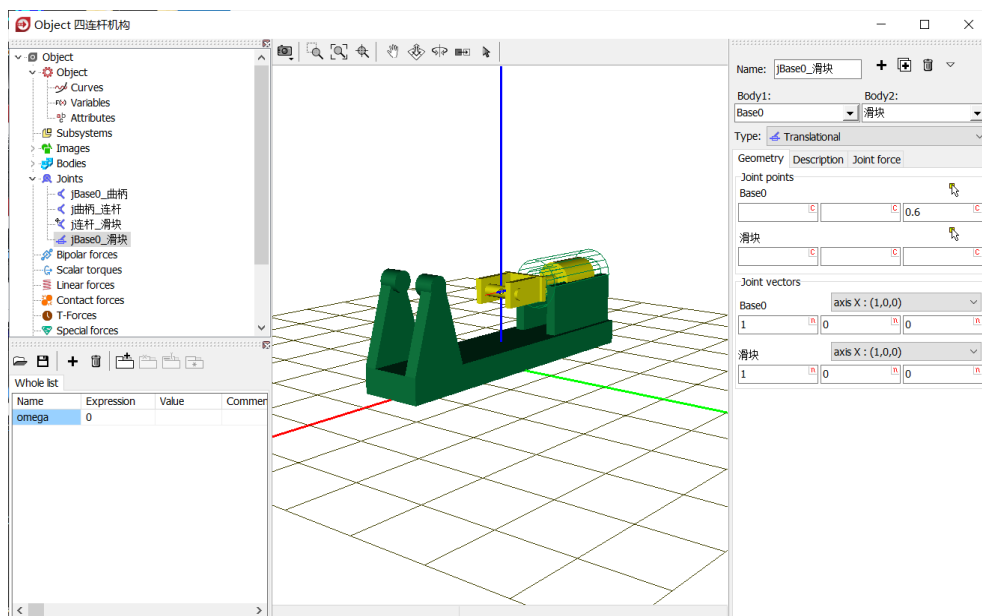

图 2-60
- 16) 创建第四个铰，**Body1** 选择 **Base0**，**Body2** 选择**滑块**，**Type** 选择 **Translational**，**Joint points** 分别为 $(0, 0, 0.6)$ 和 $(0, 0, 0)$ ，**Joint vector** 都选择 **X** 轴，如图 2-60。表示将滑块的原点与总体坐标系的点 $(0, 0, 0.6)$ 重合，滑块沿通过该点与总体坐标系 X 轴平行的 X' 轴可以平动，并且滑块的 X 轴与之平行（重合）。